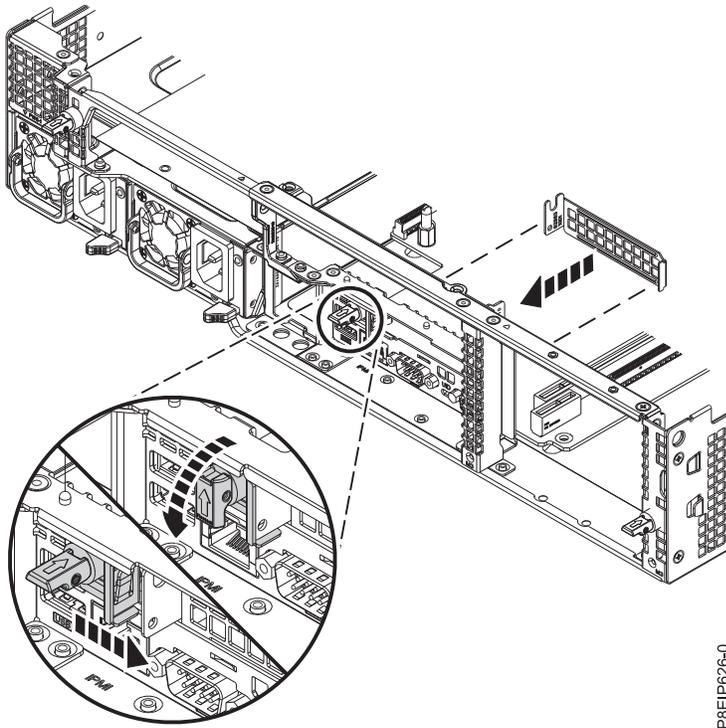

Figure 60. Passage du crochet de retenue de l'équerre de fixation en position fermée
- e. Fermez la porte de retenue en la faisant glisser contre l'équerre de fixation, comme indiqué dans la figure 60, à la page 89, puis remettez en place la goupille de retenue.